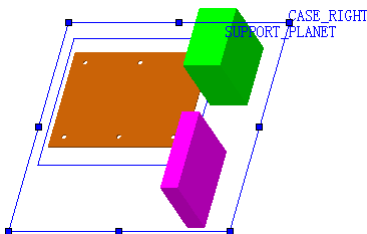

图 17.3.4 创建机箱的右平面
Step2. 创建图 17.3.4 所示的机箱的右平面。选择下拉菜单 **插入(I)** → **参考几何体(G)** →  **基准面(P)...** 命令。选取 `SUPPORT_PLANE` 基准面为参照,在  后的文本框中输入数值 8.0。右平面名称为 `CASE_RIGHT`。